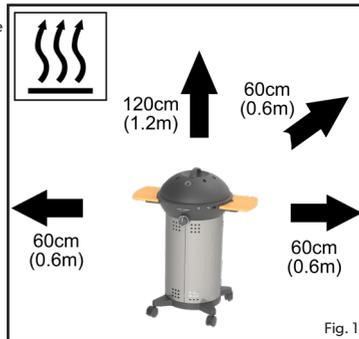

Fig. 1
- Należy upewnić się, że urządzenie jest używane z dala od materiałów palnych. Minimalne bezpieczne odległości: nad urządzeniem - 1,2 m, z tyłu i po bokach - 0,6m. (Rys. 1)